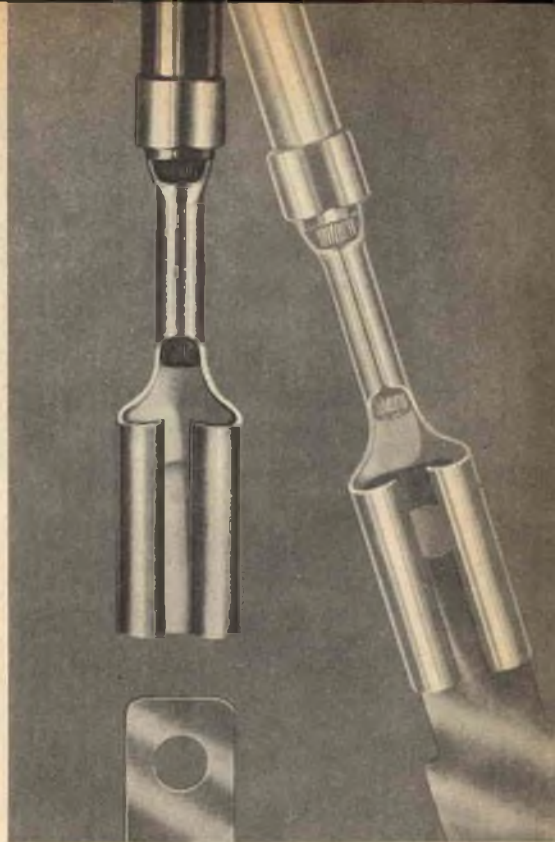

Fig. 1 - Innesto Faston Miniatura.
**Innesti** - L'innesto FASTON MINIATURA SERIE 110 (fig. 1) completa la gamma dei terminali FASTON della AMP ed è particolarmente adatto, grazie al suo ingombro ridotto, alle applicazioni dell'industria elettronica, ove la miniaturizzazione dei circuiti e delle connessioni è di primaria importanza.